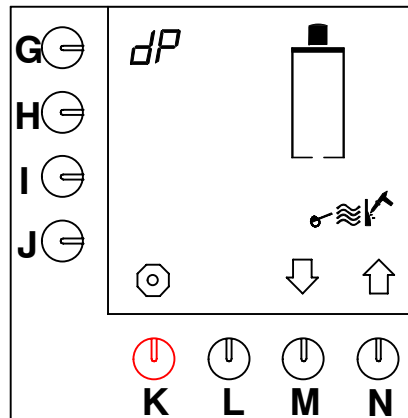

Abb. 15 Starten des Entkalkungsprogramms für das Kaffeebrühsystem
- Jetzt erscheint das Entkalkungsprogramm im Display (Abb. 15).
- Drücken Sie so lange auf die Programmier- (G.) Taste bis Abb. 15 wieder im Display erscheint.